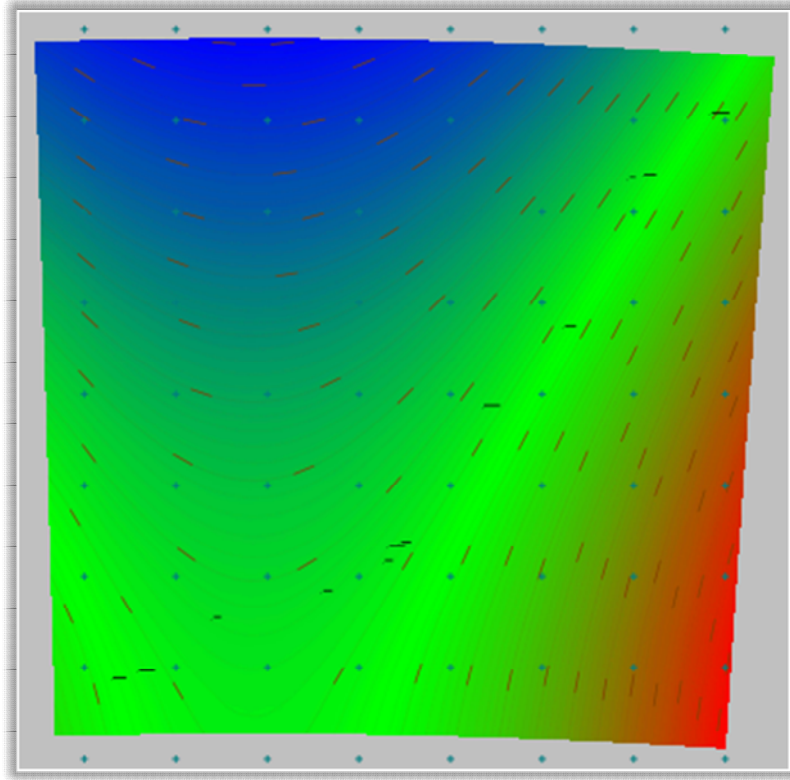

Рисунок 5.53
– далее активизируйте команду **Операции/ Создать поверхность по сетке**. В результате в окне **Плана** вы получите поверхность рельефа (рис. 5.53).